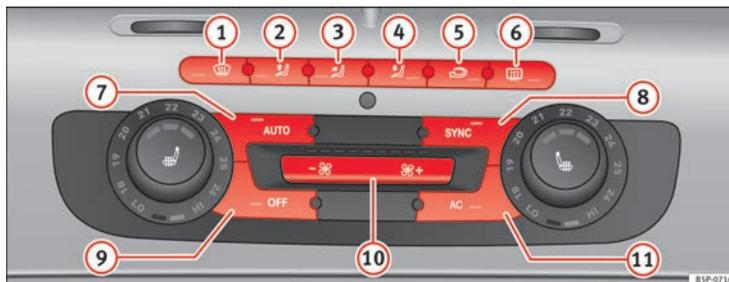

Fig. 134 Comandos do 2C-Climatronic no painel de instrumentos.
- Para activar o modo manual pressionar um dos botões do ⇒ Fig. 134 (1) ao (5), ou pressionar os botões do ventilador (10). A função seleccionada aparecerá no visor do rádio ou do navegador.
- Pressionar o botão  ⇒ Fig. 134 , para ligar e desligar o modo de recirculação de ar. Está ligada se no visor é apresentado o símbolo .